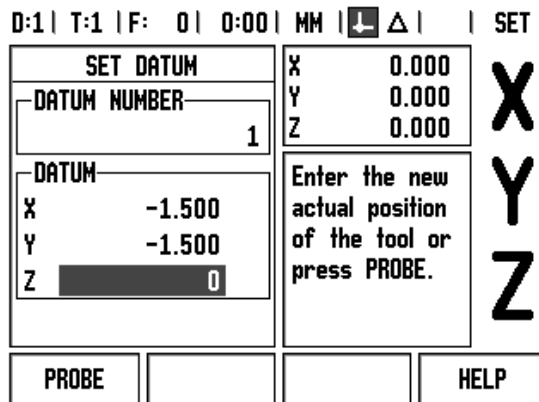
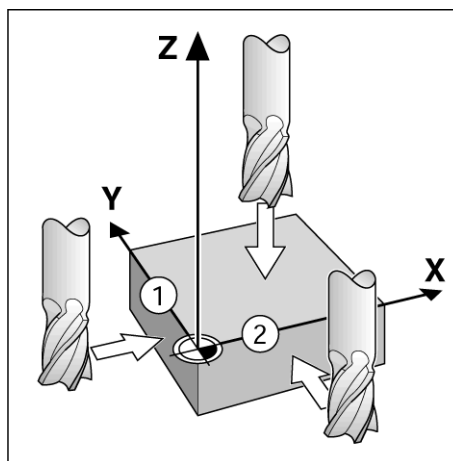

fig. I.28 Masque d'introduction INIT. PT D'ORIGINE
fig. I.29
**Exemple: Initialiser le point d'origine pièce sans fonction de palpage.** Cf. fig. I.28 & fig. I.29.